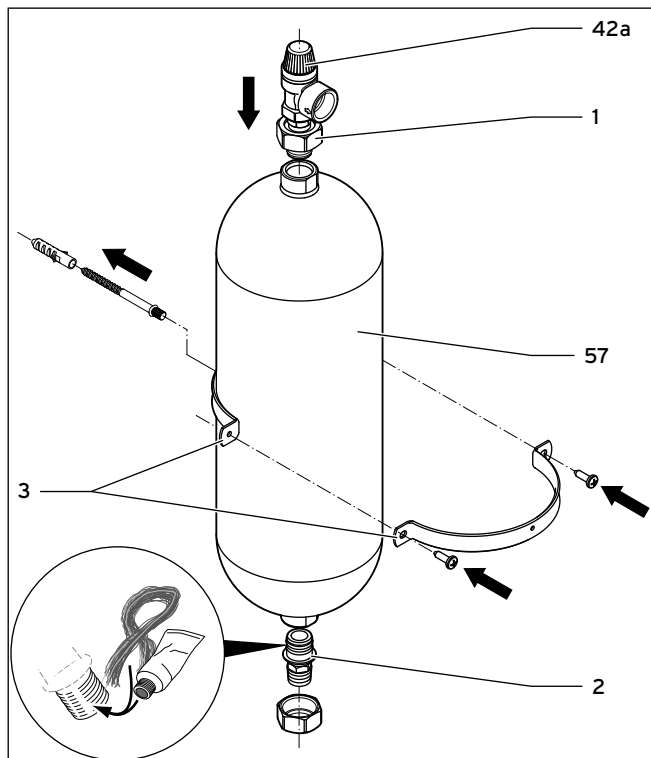

Abb. 5.8 Sole-Ausgleichsbehälter montieren
- Dichten Sie das Außengewinde des oberen Anschlussstücks (1) mit einer Dichtmasse ab, die trocken abdichtet, z. B. Teflonband.
- Montieren Sie das obere Anschlussstück mit Sicherheitsventil an den Sole-Ausgleichsbehälter (→ **Abb. 5.8, Pos. 57**).